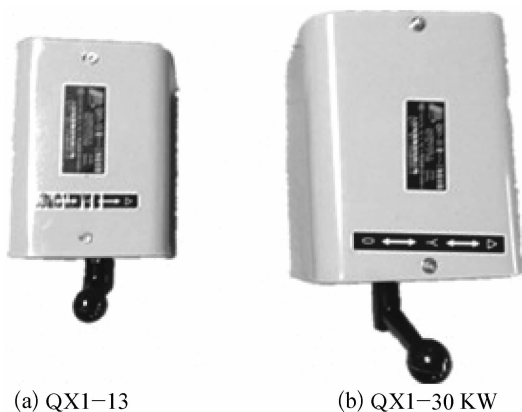

图 2-6 手动控制 Y-Δ 启动器
(1) 手动控制 Y- Δ 降压启动 手动控制 Y- Δ 降压启动电路结构简单,操作方便,直接用手动方式拨动操作手柄,切换主电路达到降压启动目的。实际工程应用中,有手动控制 Y- Δ 启动器,如图 2-6 所示。